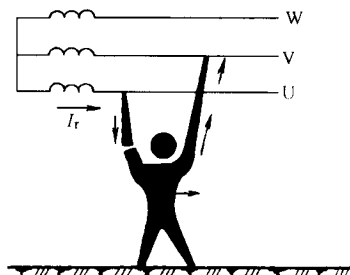

图 1-3 两相触电
(2) 两相触电。人体的不同部位同时接触两相电源带电体而引起的触电叫两相触电，如图 1-3 所示。这时无无论电网中性点是否接地，人体与地是否绝缘，人体都会触电。在这种情况下，电流由一相导线通过人体流至另一相导线，人体将两相导线短接，人体所承受的线电压比单相触电时高，故两相触电比单相触电更危险。